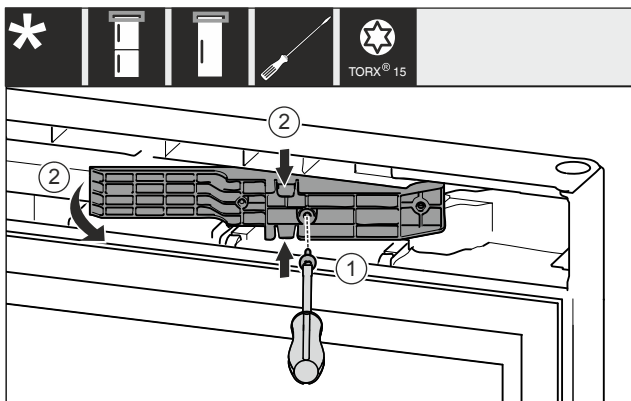

Fig. 12 *
- ▶ Løsne skruene med skrutrekker T15. Fig. 12 (1)*
- ▶ Trekk ut adapterstykket. Fig. 12 (2)*